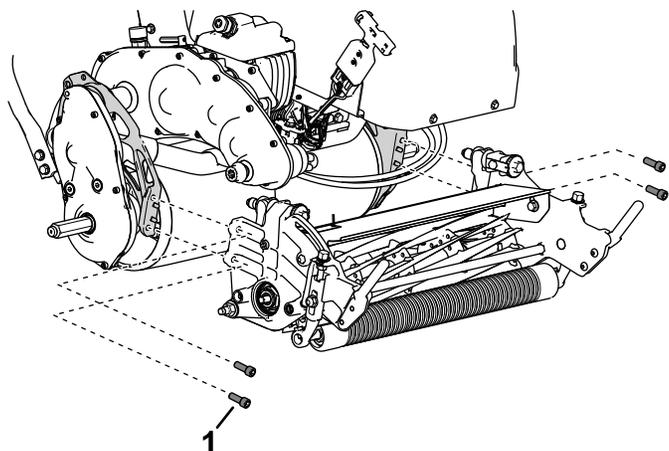

図 41
4. カuttingユニットをフレームに固定しているソケットヘッドねじ4本を外す 図 41。